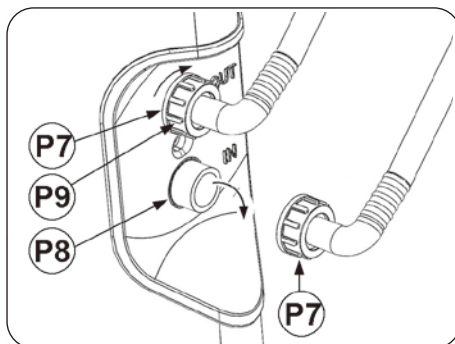
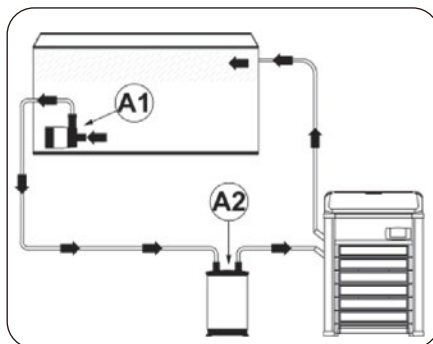

図 8
図 9
- 15) 排水方向を決めて継手を本体に取り付け、固定ネジ (図 8 の P9) を時計回りに回して固定します。
16) ポンプ (図 9 - 10 の A1) またはフィルター (図 9 の A2) から来るホースは本体の IN の位置 (図 8 の P8) へ接続し、水槽へ戻るホースは OUT の位置 (図 8 の P7) へ接続してください。